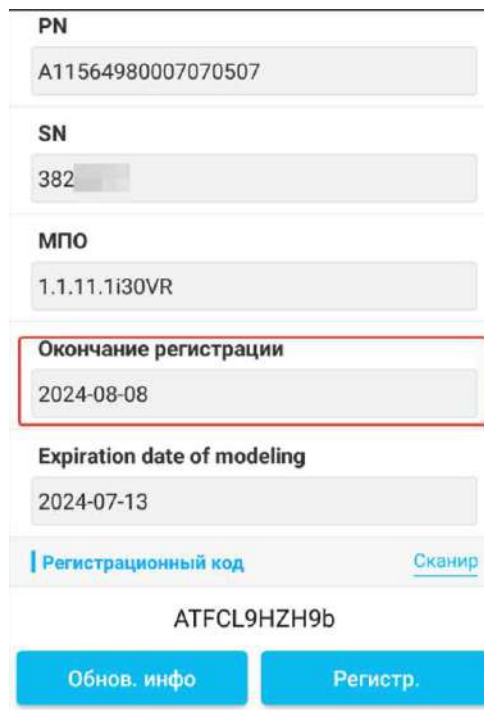

Рисунок 5.5.4
6. Если код действителен, то после обновления информации с приемника в поле **Регистрация** будет отображена новая дата окончания регистрации или будет написано **Пост.**, если ваш код для постоянной регистрации (выдается при полной оплате по сделке) (Рисунок 5.5.4).